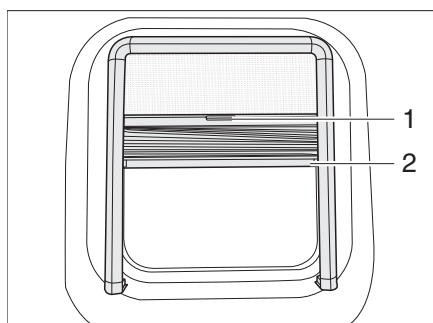

Fig. 16 Finestra apribile
**Chiusura:** ■ Afferrare per l'intaglio (Fig. 16,2) e tirare l'oscurante a rullo dall'alto verso il basso fino all'altezza desiderata.
**Apertura:** ■ Afferrare per l'intaglio (Fig. 16,2) e sollevare l'oscurante a rullo.
**Chiusura:** ■ Abbassare la zanzariera a rullo afferrandola per la maniglia (Fig. 16,1).
**Apertura:** ■ Sollevare la zanzariera a rullo afferrandola per la maniglia (Fig. 16,1).